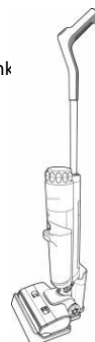

Abb. 16
1. Stellen Sie den Wischsauger V2 auf die Ladestation (Abb. 16).